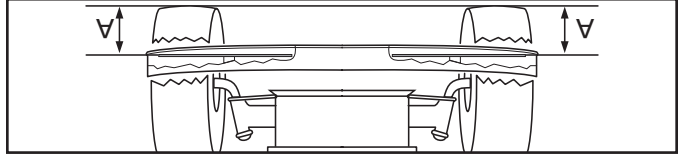

Fig. 34
- AJUSTEMENT LATÉRAL DE PRÉCISION (Voir Fig. 34)**